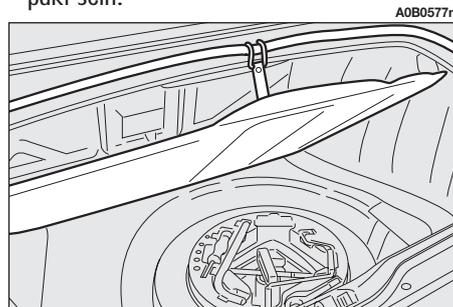

Abb. 1a
– Die Kofferraumverkleidung anheben und sie wie in der **(Abb. 1a)** dargestellt einhaken.